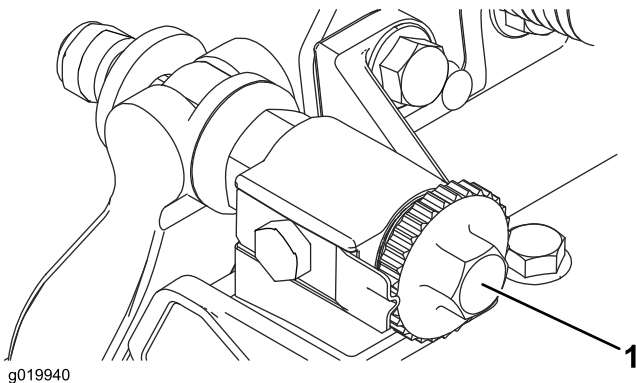

Figura 16
1. Coloque la unidad de corte en una superficie de trabajo plana y nivelada. Gire los tornillos de ajuste de la barra de asiento en el sentido contrario a las agujas del reloj para asegurarse de que la barra no esté en contacto con el molinete (Figura 16).